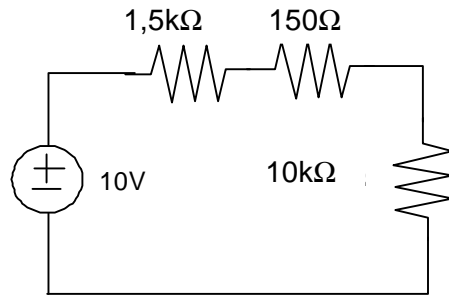

Figura 1.1
2. En el circuito mostrado en la figura 1.1, calcule los valores de tensión entre los bornes de cada resistencia.
Tome nota de la sensibilidad del voltímetro a usar. Montar el circuito de la figura 1.1 y medir las tensiones entre los bornes de cada resistencia utilizando para esto la escala “más apropiada” según las características del instrumento a usar y los cálculos teóricos. Anotar las mediciones en una tabla diseñada con el propósito de visualizar los valores teóricos, los valores experimentales, los errores porcentuales asociados a cada medida y las escalas usadas en cada caso. Explicar en las observaciones las posibles causas de los errores. ¿ Por qué la escala escogida es la apropiada?. ¿Como se puede corregir el error?.